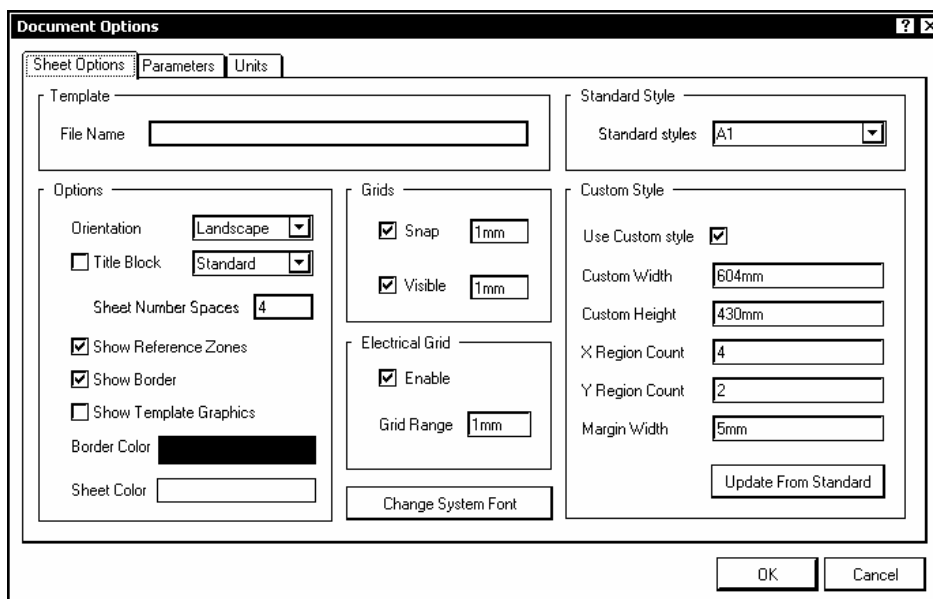

Рис. 4.1
1. Активизировать команду главного меню Design>>Document Options. Откроется диалоговое окно Document Options с тремя панелями-закладками: Sheet Options – настройки листа, Parameters – реквизиты документа и Units – система единиц измерения (рис. 4.1).
1. Командой главного меню Design>>Document Options активизировать диалоговое окно настройки параметров документа (см. рис. 4.1) и открыть закладку Parameters.
3. Щелчком правой клавиши мыши открыть контекстное меню и активизировать последовательность команд Options>>Document Parameters. Откроется диалоговое окно Document Options (см. рис. 4.1) с активной вкладкой Parameters.